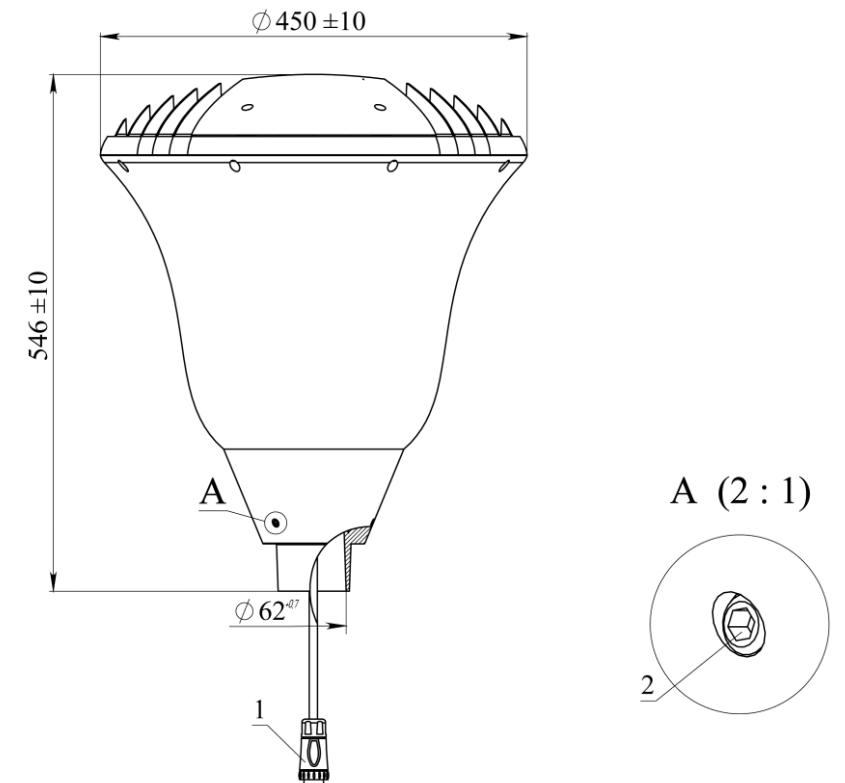
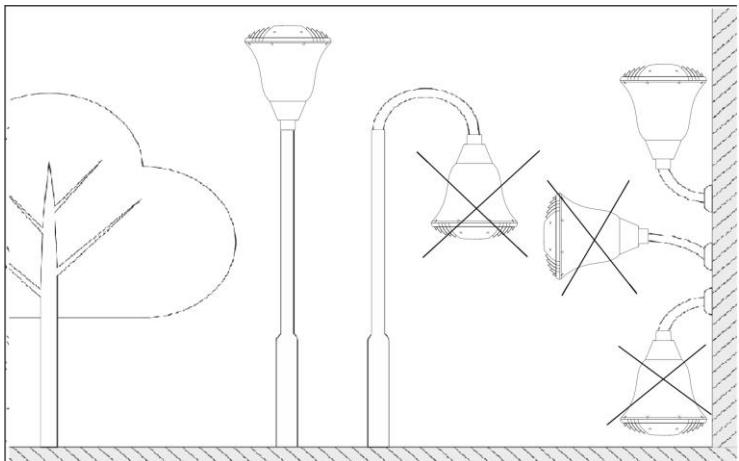

Рисунок 1
Рисунок 3
2.1 Торшерные светильники серии GALAD Тюльпан LED (Рисунок 1) со светодиодными модулями предназначены для функционально-декоративного освещения парков, скверов, бульваров, зон отдыха, территорий микрорайонов, коттеджных посёлков.
5.2 Соединить разъем светильника (поз.1) Рисунок 1 с ответным разъемом, установленным на питающий кабель.
5.3 Ослабить установочные винты (поз.2) (Рисунок 1) таким образом, чтобы концы установочных винтов были заподлицо с внутренней поверхностью основания светильника (**Запрещается выворачивать полностью установочные винты**), установить светильник на трубу Ø50...60мм. (Рисунок 3), затянуть установочные винты (поз.2) с усилием $5...9$ Н·м. (Рисунок 1).